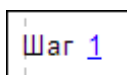
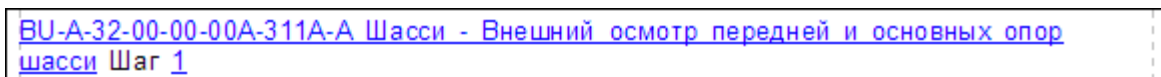

Рис. 5.225
Рис. 5.226
- При выключенном флаге **Объединенная ссылка** будут вставлены две ссылки - одна на модуль данных, а другая на объект МД (Рис. 5.226).
- Нажмите на кнопку **Установить ссылку**. Ссылку можно установить и нажатием на клавишу ENTER на клавиатуре. После этого ссылка на шаг операции внешнего модуля данных будет вставлена в текущий МД. Вид ссылки с установленным флагом **Объединенная ссылка** без использования макросов, относящихся к модулю данных, показан на Рис. 5.225, вид ссылки с выключенным флагом показан на Рис. 5.226.
Ссылка, показанная на Рис. 5.226, фактически состоит из двух ссылок: